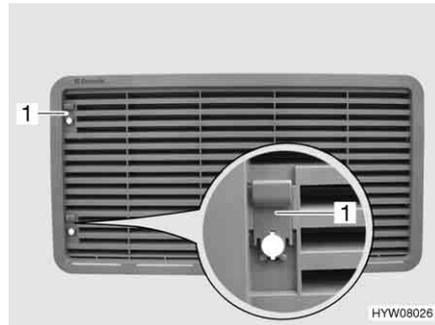

Bild 148 Kühlschrank-Lüftungsgitter
- Schieber (Bild 148,1) nach oben schieben.